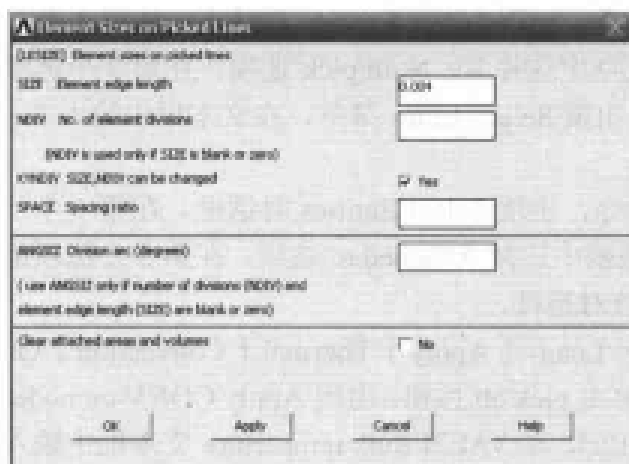

图 9-54 线段单元大小设置对话框
(7) 选择 Main Menu | Preprocessor | Meshing | Mesh Attributes | Picked Areas 命令，出现 Area Attributes 菜单，在文本框中输入 2，单击 OK 按钮，出现 Area Attributes 对话框，在 MAT Material number 下拉列表框中选择材料参考号 2，单击 OK 按钮关闭该对话框。
(8) 选择 Main Menu | Preprocessor | Meshing | Mesh Attributes | Picked Areas 命令，出现 Area Attributes 菜单，在文本框中输入 3，4，单击 OK 按钮，出现 Area Attributes 对话框，在 MAT Material number 下拉列表框中选择材料参考号 3，单击 OK 按钮关闭该对话框。
(9) 选择 Main Menu | Preprocessor | Meshing | Size cntrls | ManualSize | Lines | Picked lines 命令，出现 Element Size On Picked Lines 菜单，在文本框中输入 2，4，5，6，7，单击 OK 按钮，出现 Element Size On Picked Lines 对话框，在 SIZE Element edge length 文本框中输入单元长度 0.004，如图 9-54 所示。
(10) 单击 Apply 按钮，出现 Element Size on Picked Lines 菜单，在文本框中输入 1，3，8，9，10，11，12，13，单击 OK 按钮，出现 Element Size on Picked Lines 对话框，在 SIZE Element edge length 文本框中输入单元长度 0.002，单击 OK 按钮关闭该对话框。